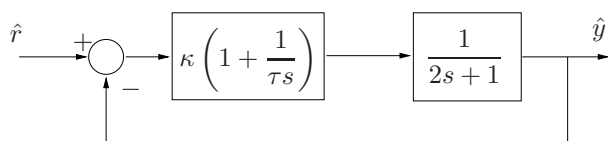

Figura 4: Sistema com dois graus de liberdade.
**Exercício 13** Considere o sistema de controle com realimentação unitária apresentado na Figura 4